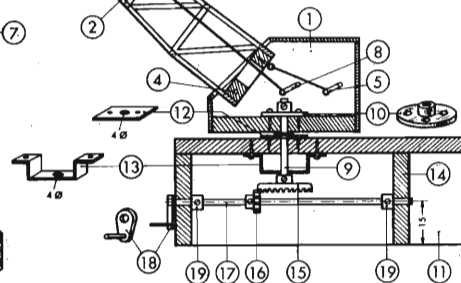

Fig. 175. Sezione del modello.
La sezione del modello (fig. 175) mostra le tre possibilità di movimento indipendenti del nostro modello: la manovella (18) fa girare tutta la gru sulla piattaforma, la manovella (5) varia l'inclinazione del braccio ed infine la manovella (8) alza ed abbassa il gancio (7) appeso alla fune (6).